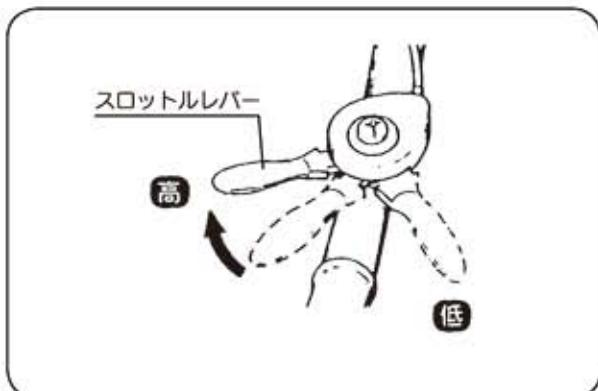

図12
②スロットルレバーをゆっくり「低→高」の位置にします。 (図12)